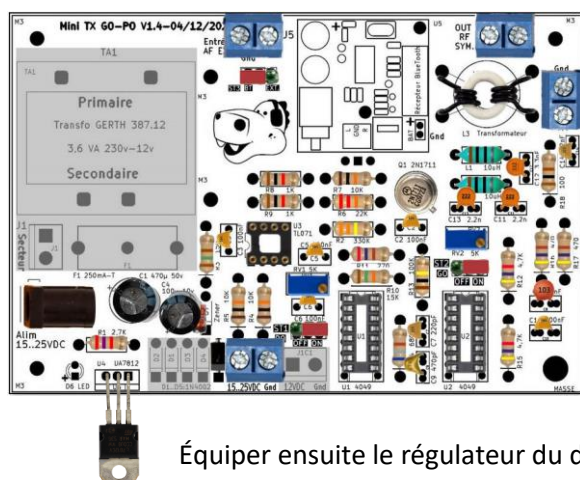

Figure IV.8 : placement et câblage du régulateur 12 V (U4 – étape 55 avec l'assistant adamo). Le régulateur doit être placé horizontalement.
À l'étape suivante (55), positionner le régulateur 12 V en le pliant à 90°, parallèlement au circuit imprimé, comme le montre la figure IV.8 ci-dessous, afin de permettre au régulateur de s'inscrire dans la profondeur disponible du cadre.